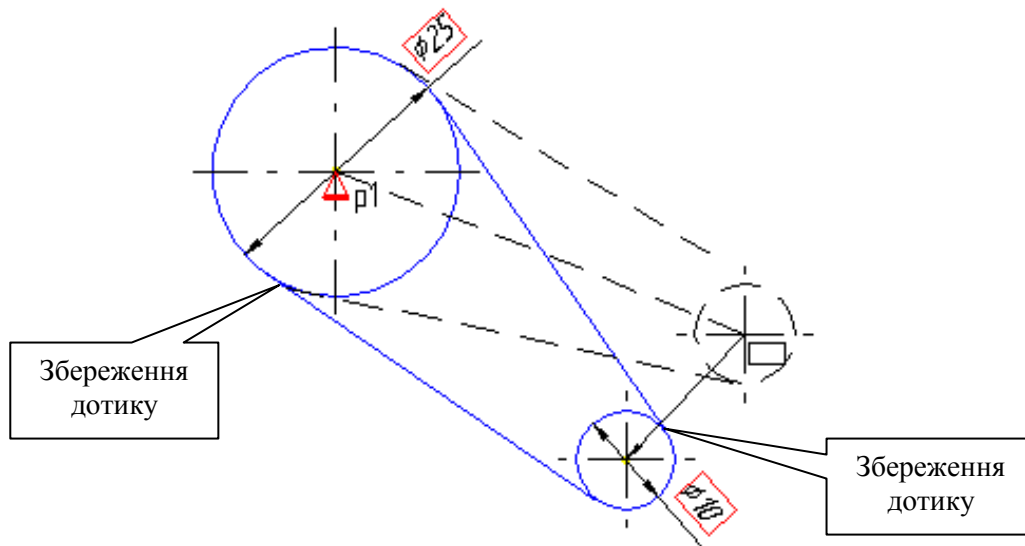

Рисунок 1.9 – Графічний приклад до вправи №1.1
**Вправа № 1.1** – Побудуйте графічний елемент з параметризацією дотику кіл і відрізків. Зафіксуйте розміри, як показано на рис. 1.9.